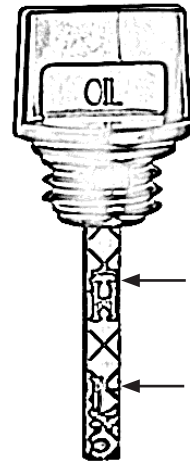

Abbildung 8
- Lesen Sie den Ölstand ab, siehe auch Abb. 8.
Zwischen oberer und unterer Markierung muss ein Ölfilm sein. Falls kein Ölfilm vorhanden ist, ist der Ölstand zu niedrig, Abb. 8. Füllen Sie weiteres Öl nach. H-High steht für Maximum. L-Low steht für Minimum.